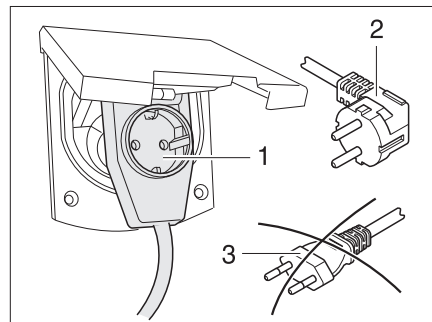

Fig. 90 Raccordement à un adaptateur coudé avec prise de courant
- ▶ Lors de l'utilisation d'un adaptateur coudé CEE 17 muni d'une prise à l'arrière (Fig. 90,1), se servir uniquement d'un connecteur en caoutchouc et scellé IP 44 avec contact de mise à la terre (Fig. 90,2). Ne pas utiliser de connecteur sans contact de mise à la terre (Fig. 90,3). Danger d'électrocution !